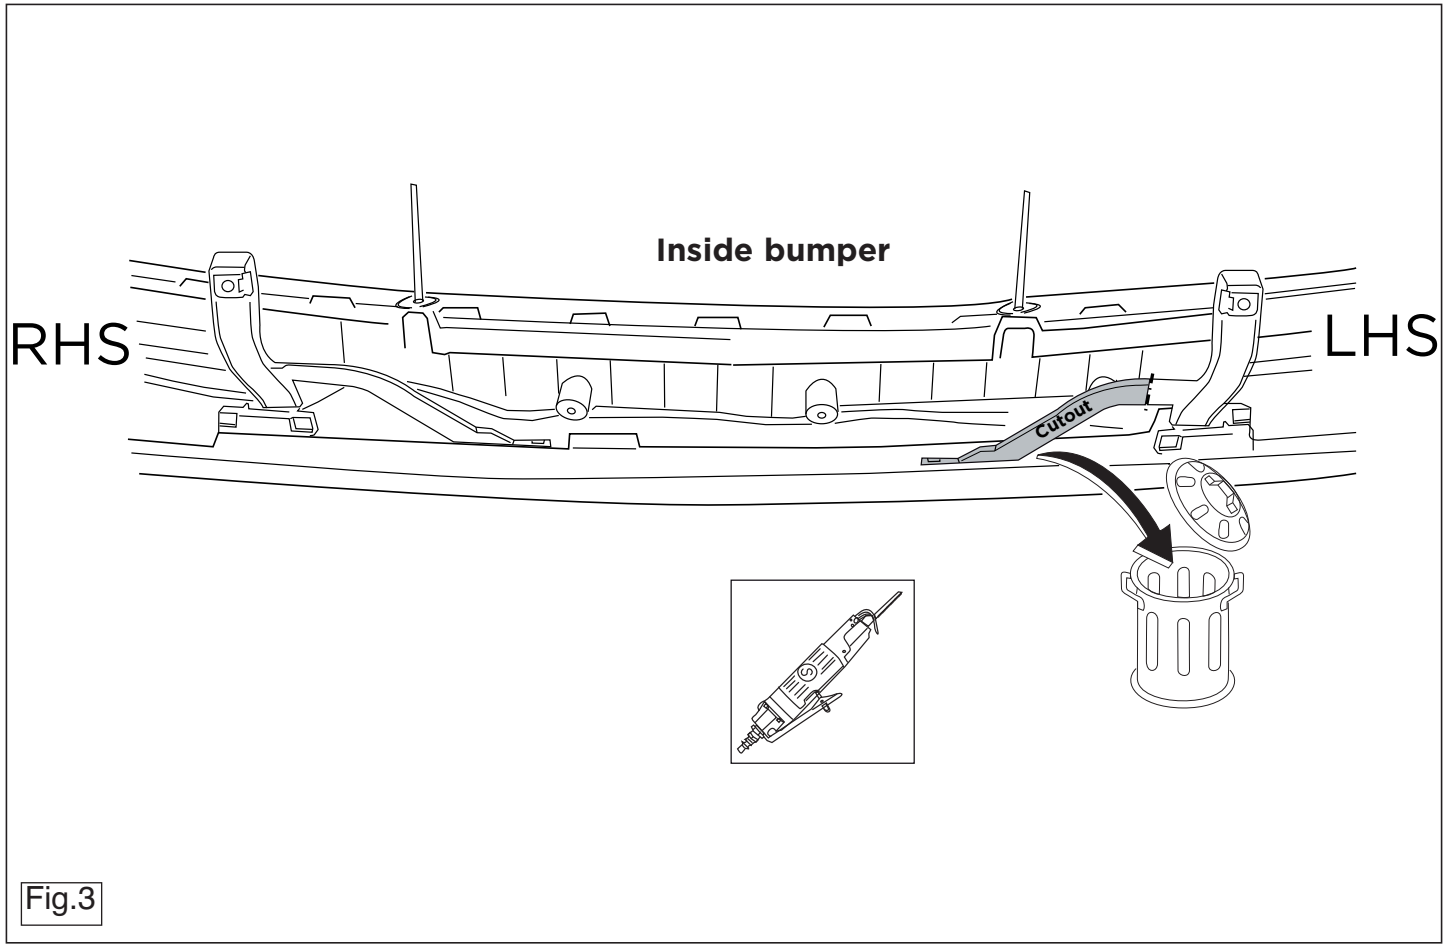

Fig.3
11. Если имеется/имеются: Выпилить обозначенную часть, как указано на рис. 3.